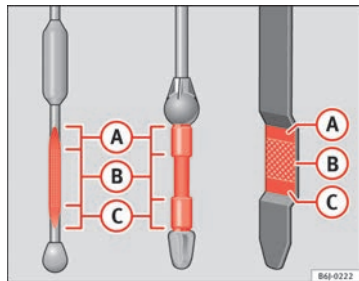

Fig. 127 Asta di misurazione livello olio motore
- In seguito, estrarla di nuovo e controllare il livello dell'olio ⇒ fig. 127. Se necessario, rabboccare dell'olio.